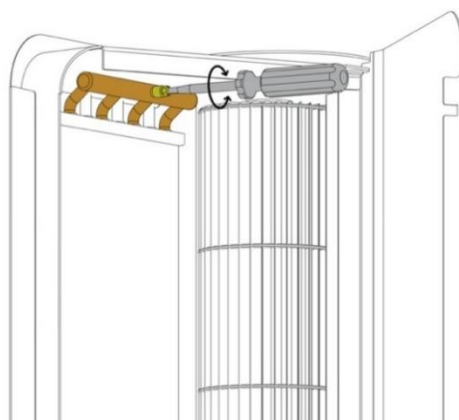

РИС. 17.2 ВСТРОЕННЫЙ КЛАПАН.
2. вертикальной установки устройства, вентиляция должна осуществляться с помощью встроенного клапана (рис.17.2), при этом защищая другие элементы устройства от затопления.